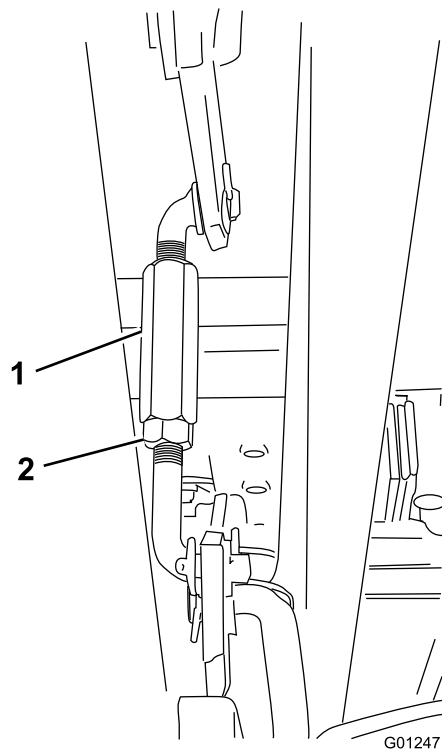

Figure 49
8. Desserrez l'écrou de blocage à l'extrémité du tourillon (sur le côté droit de la machine, voir Figure 49), et réglez le tourillon jusqu'à ce que la pointe avant de la lame gauche et la surface plane soit espacées de 55 mm.